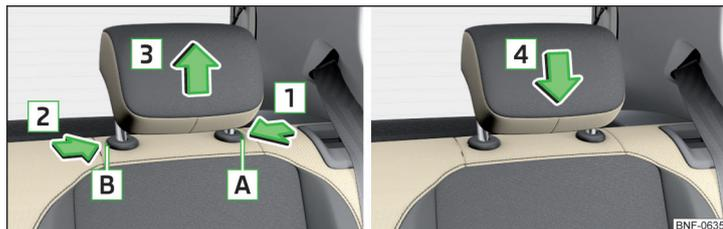

Fig. 52 Appuie-tête arrière : montage et démontage
- Appuyez sur le bouton de verrouillage **A** et maintenez-le dans le sens de la flèche **1** » fig. 52.